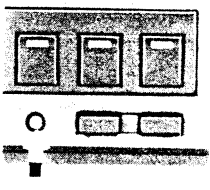

Abb. 7
Push the MEMORY BUTTON (M) ⑫ (Fig. 7).
Die SPEICHERTASTE "M" ⑫ drücken (Abb. 7).